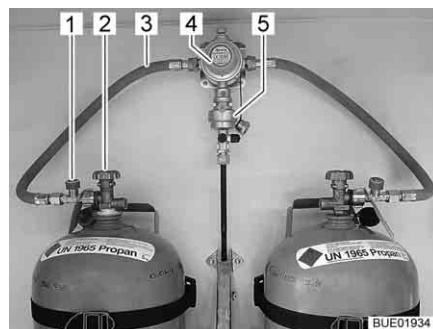
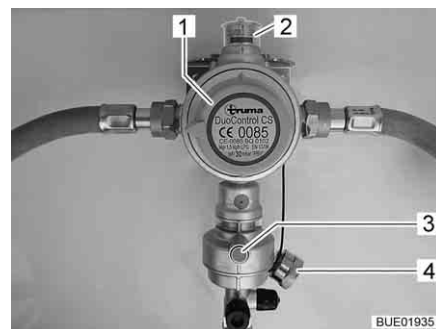

Fig. 85 Bombole del gas con DuoControl
Fig. 86 Impianto di regolazione DuoControl
L'impianto di regolazione DuoControl consiste in una valvola di commutazione (Fig. 85,4) e un sensore crash (Fig. 85,5). L'impianto di regolazione DuoControl è installato tra i tubi flessibili del gas (Fig. 85,3) con un dispositivo antirottura del tubo flessibile (Fig. 85,1). Con la manopola (Fig. 86,1) sulla valvola di commutazione è possibile stabilire quale delle bombole del gas viene utilizzata come bombola in uso e quale come bombola di riserva.
Nella finestra di controllo (Fig. 86,2) viene visualizzato lo stato del rifornimento di gas:
Il funzionamento con una sola bombola del gas è consentito, ma in questi casi il collegamento aperto deve essere assolutamente chiuso con una copertura cieca (Fig. 86,4).
Il sensore crash blocca l'alimentazione del gas in caso di forti vibrazioni (es. incidente). Il sensore crash viene azionato mediante pressione del tasto reset verde (Fig. 86,3).
Il dispositivo antirottura del tubo flessibile (Fig. 85,1) blocca il flusso di gas quando il tubo flessibile collegato si rompe. Il dispositivo antirottura del tubo flessibile deve essere attivato premendo il tasto verde.
Tramite la centralina di controllo (Fig. 87) è possibile attivare e disattivare l'alimentazione del gas tramite l'impianto di regolazione DuoControl. Le valvole principali di arresto (Fig. 85,2) delle bombole del gas e i rubinetti di arresto del gas degli apparecchi devono essere aperti manualmente.
- Con la manopola (Fig. 86,1) sulla valvola di commutazione selezionare la bombola del gas, da cui proviene la principale alimentazione del gas (bombola in uso). Girare la manopola fino all'arresto.
- Aprire le valvole principali di arresto (Fig. 85,2) delle bombole del gas.
- Premere il tasto verde del dispositivo antirottura del tubo flessibile (Fig. 85,1). Nella finestra di controllo (Fig. 86,2) viene visualizzato il simbolo verde.
- Chiudere le valvole principali di arresto (Fig. 85,2) delle bombole del gas.
Se la spia di controllo verde (Fig. 87,6) si spegne durante il funzionamento e la spia di controllo rossa (Fig. 87,5) si accende, significa che la bombola in uso è vuota e deve essere sostituita. Nella finestra di controllo (Fig. 86,2) viene visualizzato il simbolo rosso. La bombola di riserva continua ad alimentare le utenze a gas.
- Ruotare di mezzo giro la manopola (Fig. 86,1) in direzione della bombola del gas utilizzata. In questo modo questa bombola del gas ora è la bombola in uso, mentre la bombola del gas vuota diventa la bombola di riserva. Il simbolo nella finestra di controllo (Fig. 86,2) passa da rosso a verde.
- Chiudere la valvola principale di arresto (Fig. 85,2) della bombola del gas vuota. Osservare la direzione della freccia.
- Premere il tasto verde del dispositivo antirottura del tubo flessibile (Fig. 85,1).